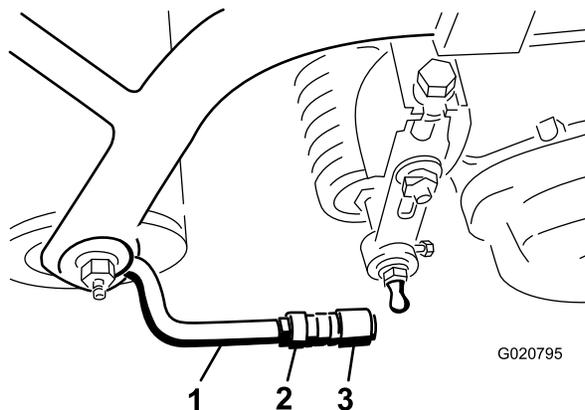

Figure 9
- Placez les douilles de rotule de sorte que le côté ouvert soit centré vers la tige de rotule, puis serrez les écrous de blocage pour fixer les douilles en position (Figure 9).